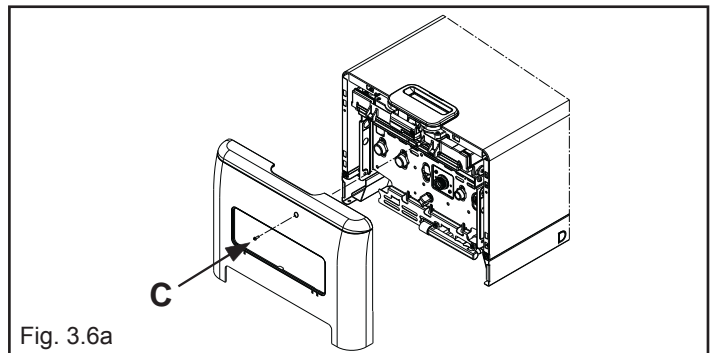

Fig. 3.6a
- svitare la vite di fissaggio della copertura raccordi (C) (fig. 3.6a)